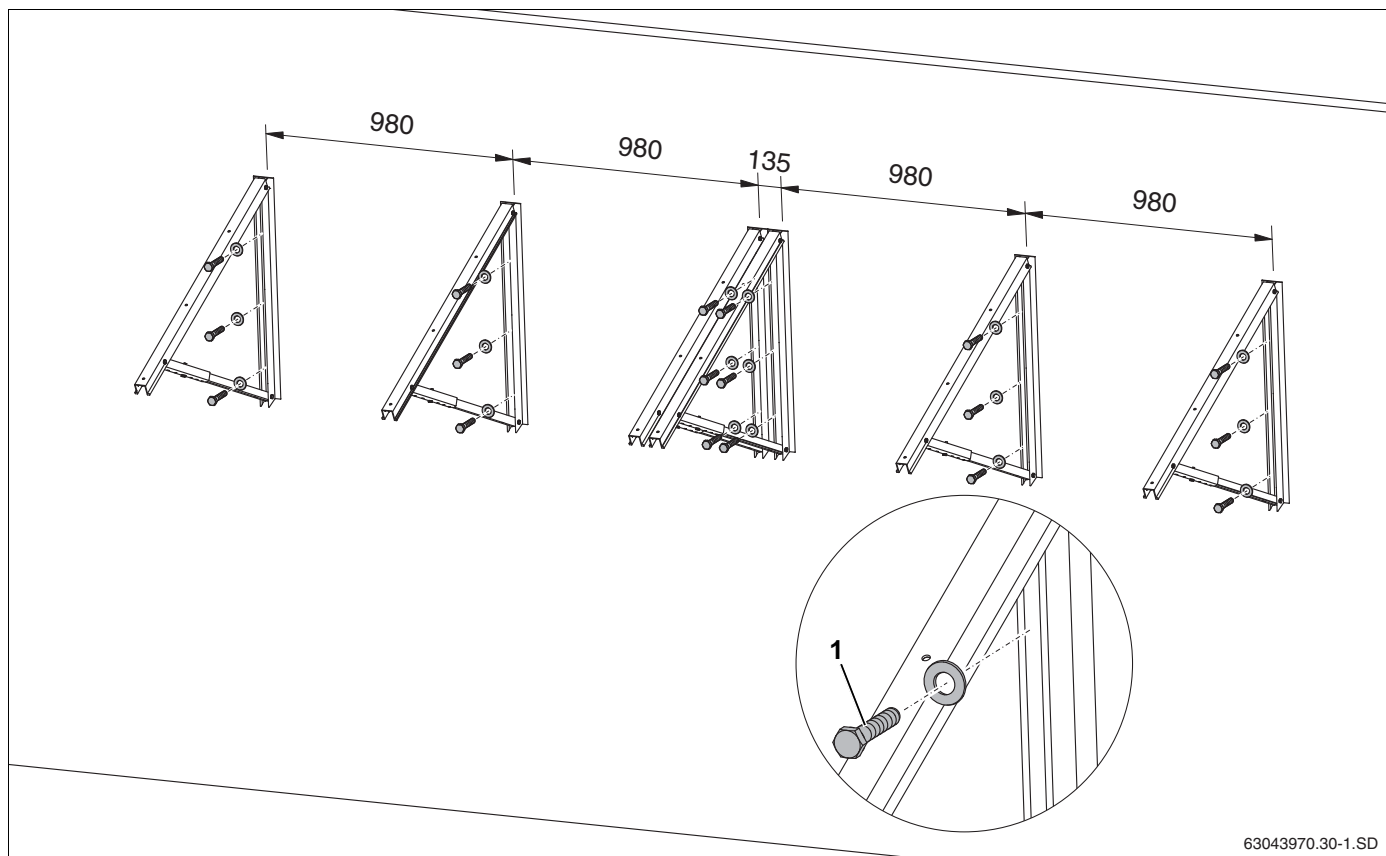

Fig. 30 Placering af solfangerstøtter på facaden til 2 solfangere (angivelser i mm)
- Fastgør hver solfangerstøtte med 3 skruer (se tab. 9, fig. 30, **pos. 1**) på facaden ved siden af hinanden.